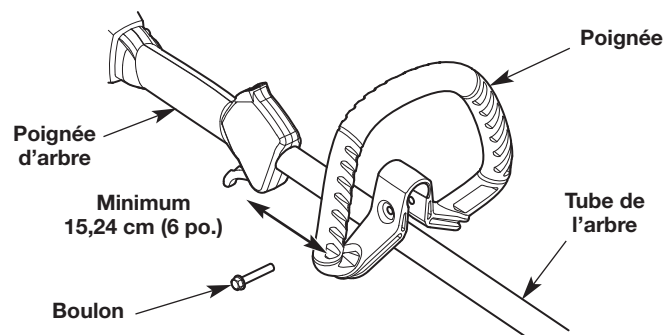

Fig. 2
1. Poussez la poignée sur le tube de l'arbre (Fig. 2). Le trou dans la poignée destiné au boulon doit être orienté vers la droite.
2. Insérez le boulon dans son trou et poussez-le à travers (Fig. 2). Vissez le boulon avec une douille de 9,50 mm (3/8 po), mais sans le serrer complètement.
3. Tout en tenant l'appareil en position d'utilisation (Fig. 11), déplacez la poignée à la hauteur vous assurant la meilleure prise en main. Placez-la à 15,24 cm (6 po.) au moins de l'extrémité de la poignée d'arbre (Fig. 2).
1. Desserrez le boulon avec une douille de 9,50 mm (3/8 po) (Fig. 2).
2. Tout en tenant l'appareil en position d'utilisation (Fig. 11), déplacez la poignée à la hauteur vous assurant la meilleure prise en main. Placez-la à 15,24 cm (6 po.) au moins de l'extrémité de la poignée d'arbre (Fig. 2).